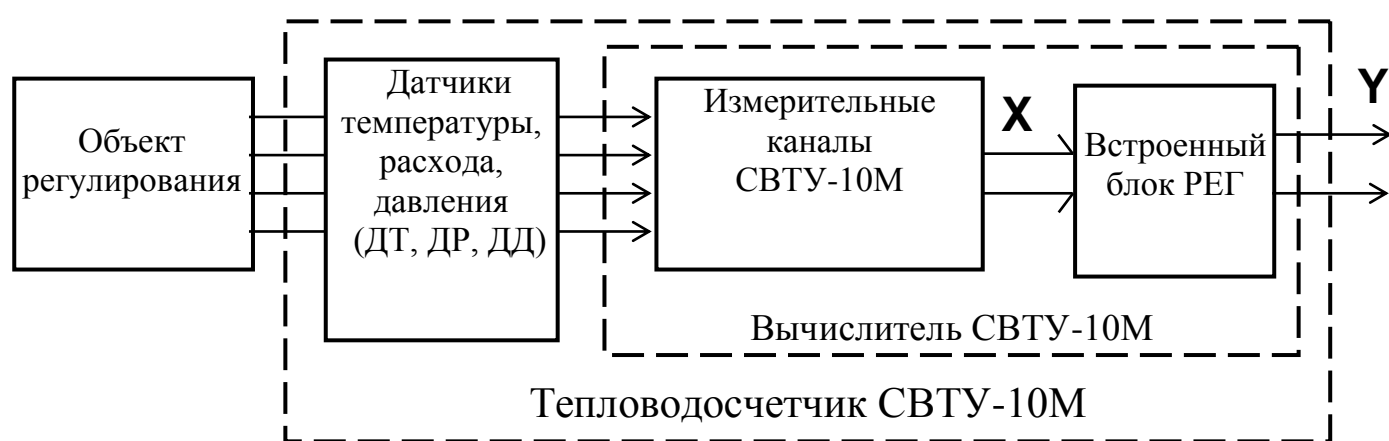

Рис. 5.1
5.5.1. Работа РЕГ в режиме формирования выходных сигналов, пропорциональных измеряемым параметрам, проиллюстрирована структурной схемой, приведенной на Рис. 5.1.